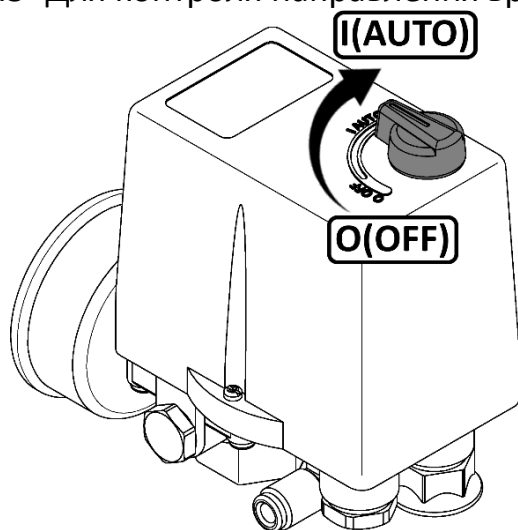

Рисунок 3
- Проверьте, чтобы выключатель на прессостате находился в выключенном положении "OFF" (см. рисунок 3).
- 1 Выключить компрессор выключателем на прессостате. Для этого необходимо переключить выключатель в положение "О" или "OFF", в зависимости от исполнения (см. рисунок 3). После этого остановится электродвигатель и произойдет сброс давления из нагнетательного воздухопровода и поршневого блока.
положение "OFF" (см. рисунок 3), а затем включите компрессор переключив выключатель в положение "AUTO".